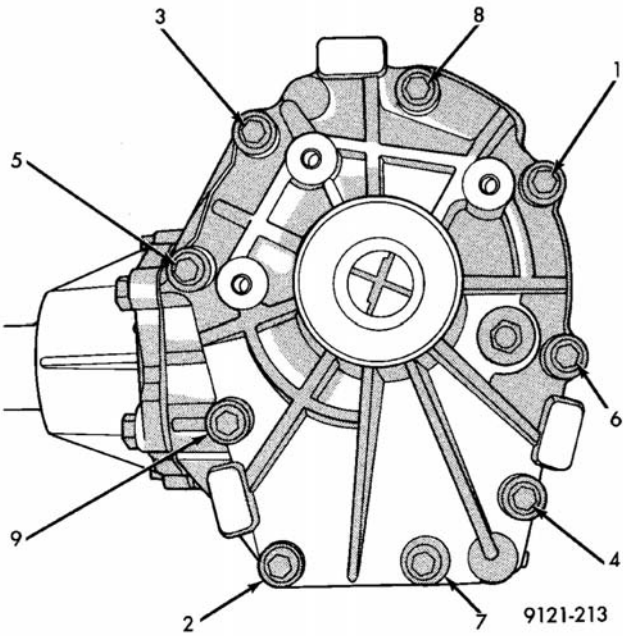

图 24 螺栓紧固顺序
(1) 重新安装端盖并按 (图 24) 所示的顺序拧紧螺栓至 28N·m (250in. lbs.)。在其它的螺栓都拧上后, 再重新拧紧第一个。